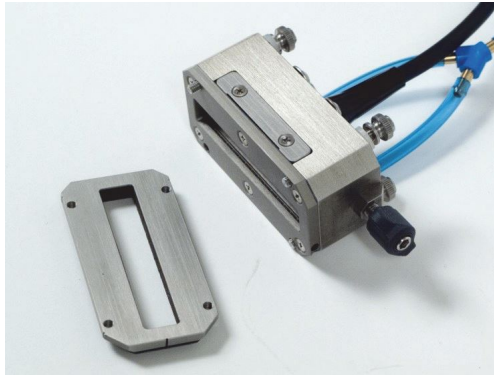

图 3-9 拆下衬垫板
2. 拆下衬垫板，方法是拧松探头架另一端的4个翼型螺钉（参见第46页的图3-9）。